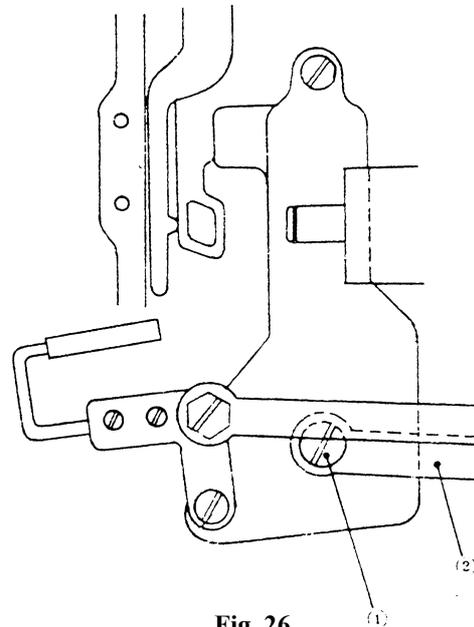

Fig. 26
- 1) Afloje el tornillo ① (Fig. 26).
Después de que haya apretado el tornillo de la bisagra de la cuchilla móvil, mueva manualmente la cuchilla móvil para confirmar que se mueve con precisión y sin jugarse. Inserte el perno de la base bifurcada de la cuchilla en la base bifurcada y apriete el tornillo de la bisagra de la base. Verifique que la cuchilla se active cuando el eje de la cuchilla se mueva hacia la derecha e izquierda ② (Fig. 26).